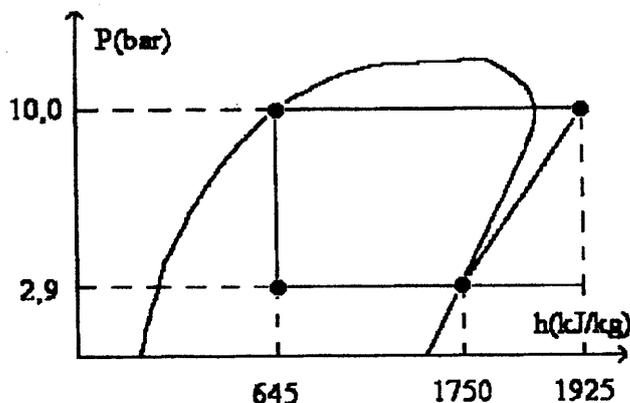
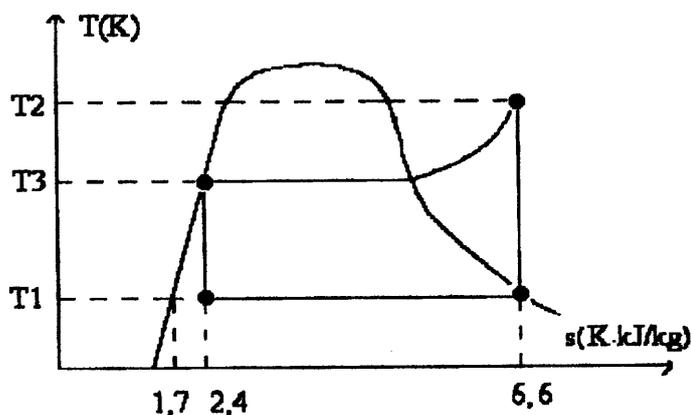

figure 1
figure 2
6. Le cycle est représenté soit dans un diagramme enthalpique (figure 1, page 6), soit dans un diagramme entropique (figure 2, page 6).
- 6.2. A partir du diagramme approprié (figure 1), calculer les valeurs des quantités de chaleur  $Q_{23}$ ,  $Q_{41}$  et du travail  $W$  échangé.
**Attention : les graphes des figures 1 et 2 ne sont pas à l'échelle ; sur les axes il ne figure que des repères indiquant des coordonnées de points.**